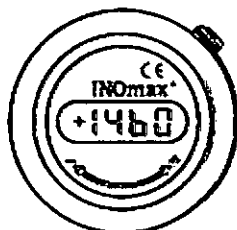

Figura 4-6 Cilindro abierto
5. Cuando se encienda el INOmeter (cilindro abierto), el panel indicará un símbolo "+." (positivo; figura 4-6) e irá cambiando entre los siguientes valores: